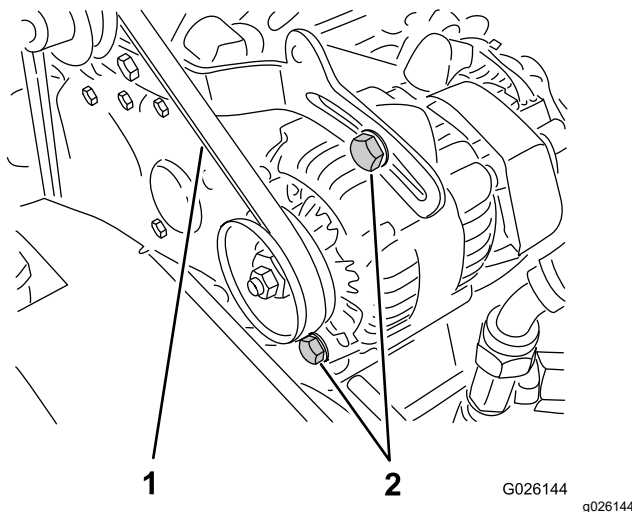

Figure 68
2. Contrôlez la tension de la courroie en exerçant une force de 10 kg sur le brin à mi-chemin entre les poulies d'alternateur et de vilebrequin (Figure 68).
- A. Desserrez les 2 boulons de fixation de l'alternateur (Figure 68).
- B. A l'aide d'un levier, tournez l'alternateur jusqu'à ce que la tension de la courroie soit correcte, puis resserrez les boulons de fixation (Figure 68).